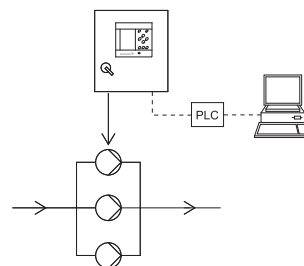

Рис. 25 Разомкнутый контур (внешний контроллер)
- Разомкнутый контур (внешний контроллер), см. рис. 25.